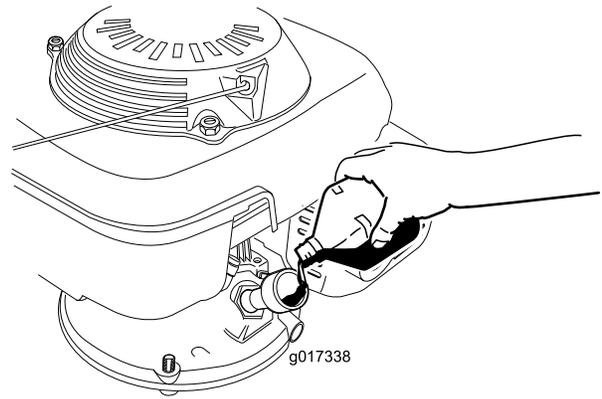

Рисунок 8
3. **Медленно** залейте масло в маслозаливное отверстие, подождите 3 минуты, после чего проверьте уровень масла с помощью масломерного щупа. Для этого начисто протрите щуп, а затем вставьте его в маслозаливное отверстие, **не заворачивая** при этом крышку (Рисунок 8).